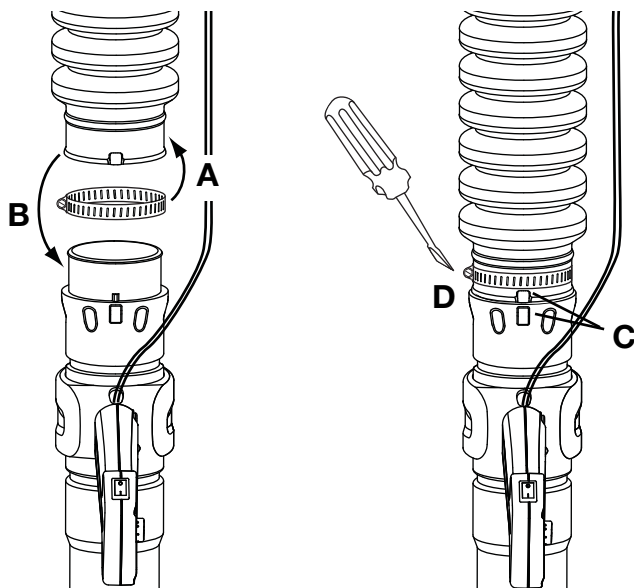

Fig. 2
1. Placer un collier de serrage à l'autre extrémité du tube flexible (Fig. 2, A).
2. Glisser cette extrémité du tube avec le collier de serrage en place sur l'extrémité supérieure du tube de soufflage supérieur (Fig. 2, B).
3. Aligner la bosse sur le tube flexible avec celle du tube de soufflage supérieur (Fig. 2, C).